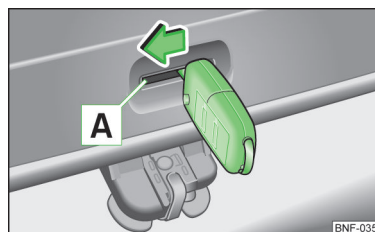

Fig. 121
- Introducir la llave del vehículo hasta el tope en la ranura **A** » fig. 121 del revestimiento hasta el tope.